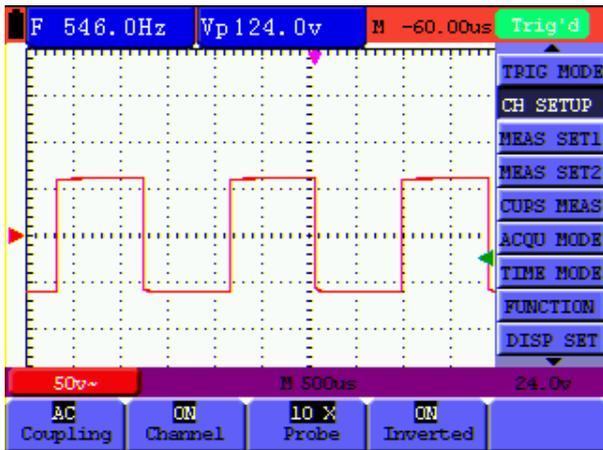

Рисунок 40. Настройка осциллограммы по вертикали
3. Используйте кнопки **F1-F4** для настройки доступных параметров (см. рисунок 40).